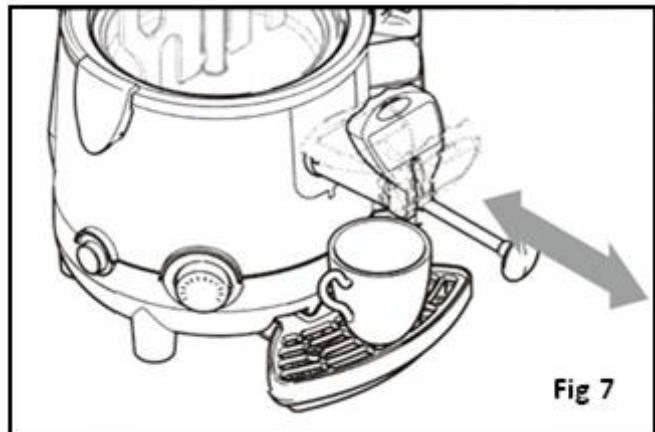

Fig 7
- Si le produit s'écoulant est particulièrement épais, positionnez, en tirant dessus, la tige du robinet sur sa position maximale (Fig. 7)
- Vous pouvez désobstruer le tuyau de distribution en faisant bouger la tige du robinet de l'avant vers l'arrière et vice-versa (Fig. 7).